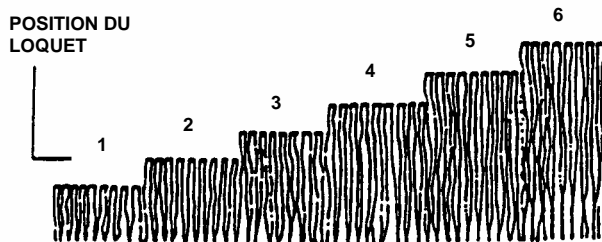

FIGURE 2.8
2. Réglez les quatre roues à la même hauteur. La hauteur de coupe la plus haute correspond au cran n°6. La hauteur de coupe la plus basse correspond au cran n°1. Voir figure 2.8.